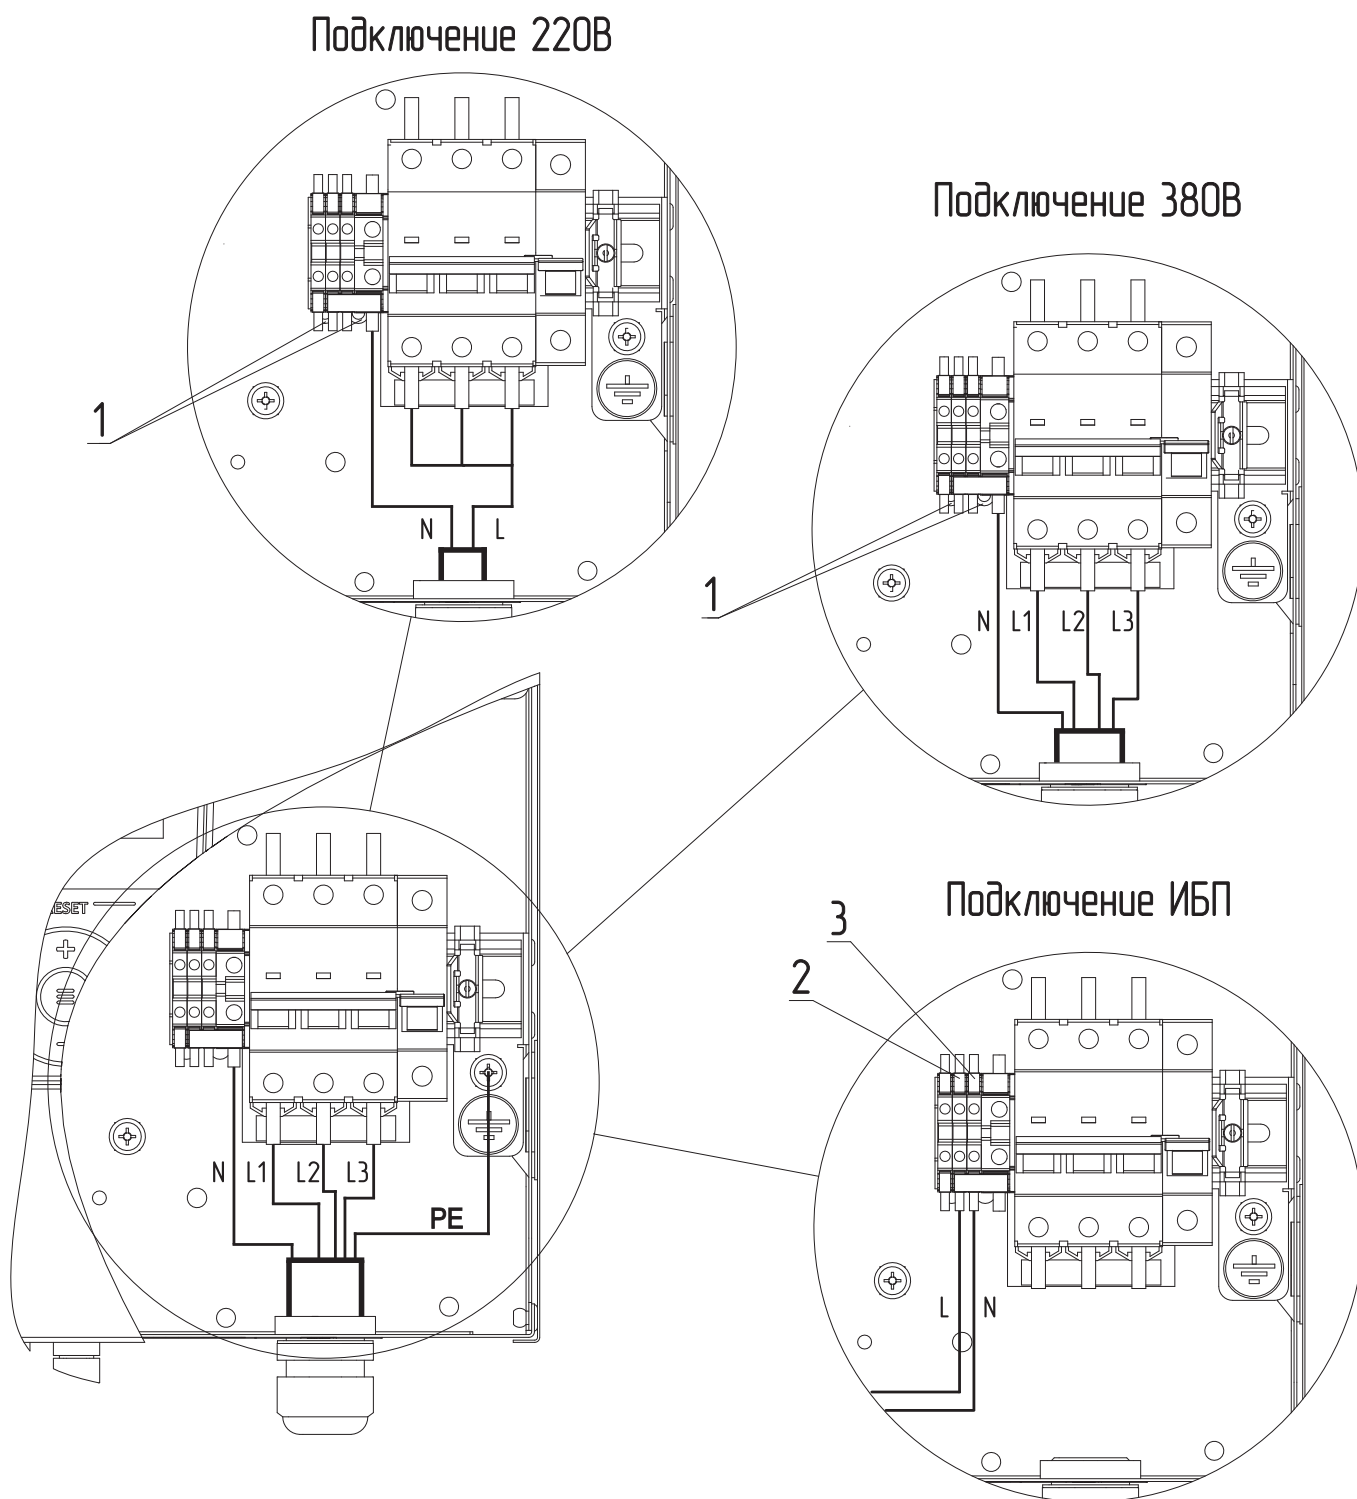
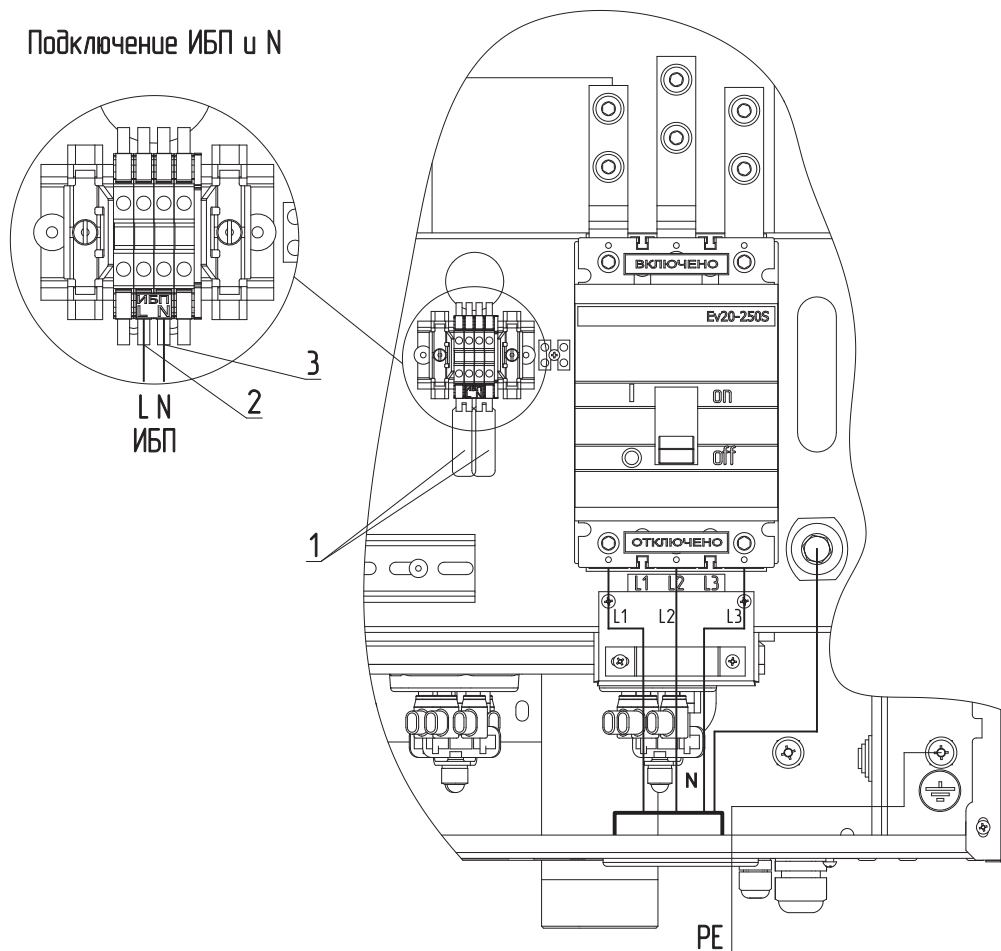

Рис.4 Схема подключения электрического котла ZOTA LUX-X 4,5-48 кВт
Рис.5 Схема подключения электрического котла ZOTA LUX-X 60-100 кВт
- извлечь перемычки (**Рис.4, 5, поз.1**);
- подключить провода фазы «L» к колодке (**Рис.4, Рис.5, поз.2**);
- подключить провода нейтрали «N» к колодке (**Рис.4, Рис.5, поз.3**).